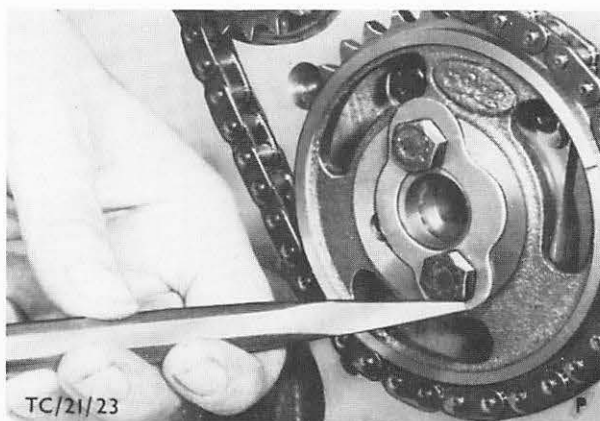

Abb. 41 Nockenwellen-Kettenrad entsichern
22. Beide Schrauben vom Nockenwellen-Kettenrad entsichern und herausdrehen, Abb. 41. Kettenrad mit Rollenkette (Steuerkette) abnehmen.